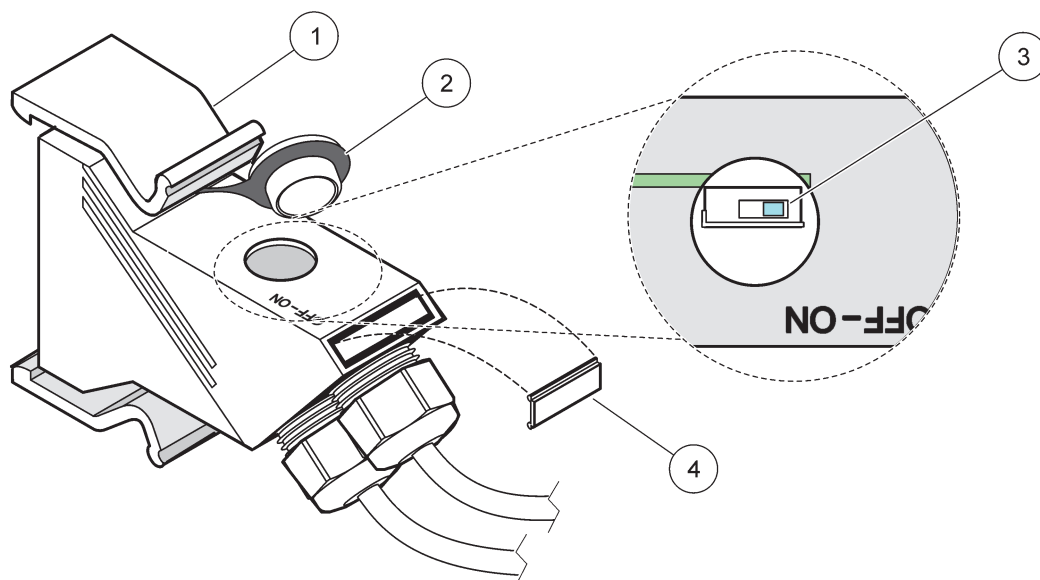

図 32 終端抵抗器（コネクタ内の DIP スイッチ）の設定
14. 終端抵抗器を最後のネットワーク コネクタで ON の位置に設定します (図 32 および表 11 を参照してください)。